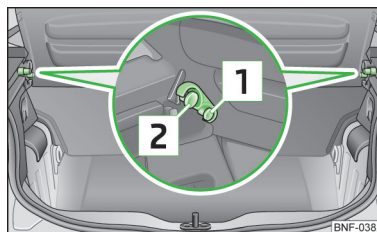

Fig. 45
- ▶ Pentru ridicare prin rabatare, ridicați masca portbagajului și apăsați-o în suporturile laterale **1** » fig. 45.
- ▶ Pentru demontare extrageți înspre în jos masca portbagajului din suporturile laterale **2** » fig. 45.
Aveți întotdeauna grijă ca masca portbagajului să fie fixată corect în suporturile laterale [Z] » fig. 45 - pericol de deteriorare a măștii portbagajului, respectiv a portbagajului.